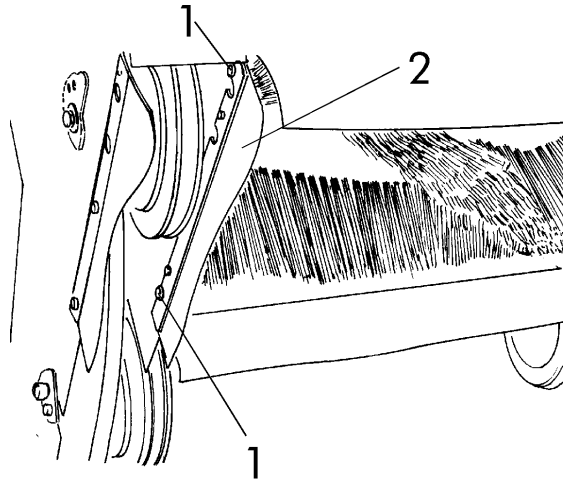

fig.15
4. Con la llave de 7 mm, afloje los dos tornillos (1 fig.15) y retire el faldón derecho interno. (2 fig. 15).